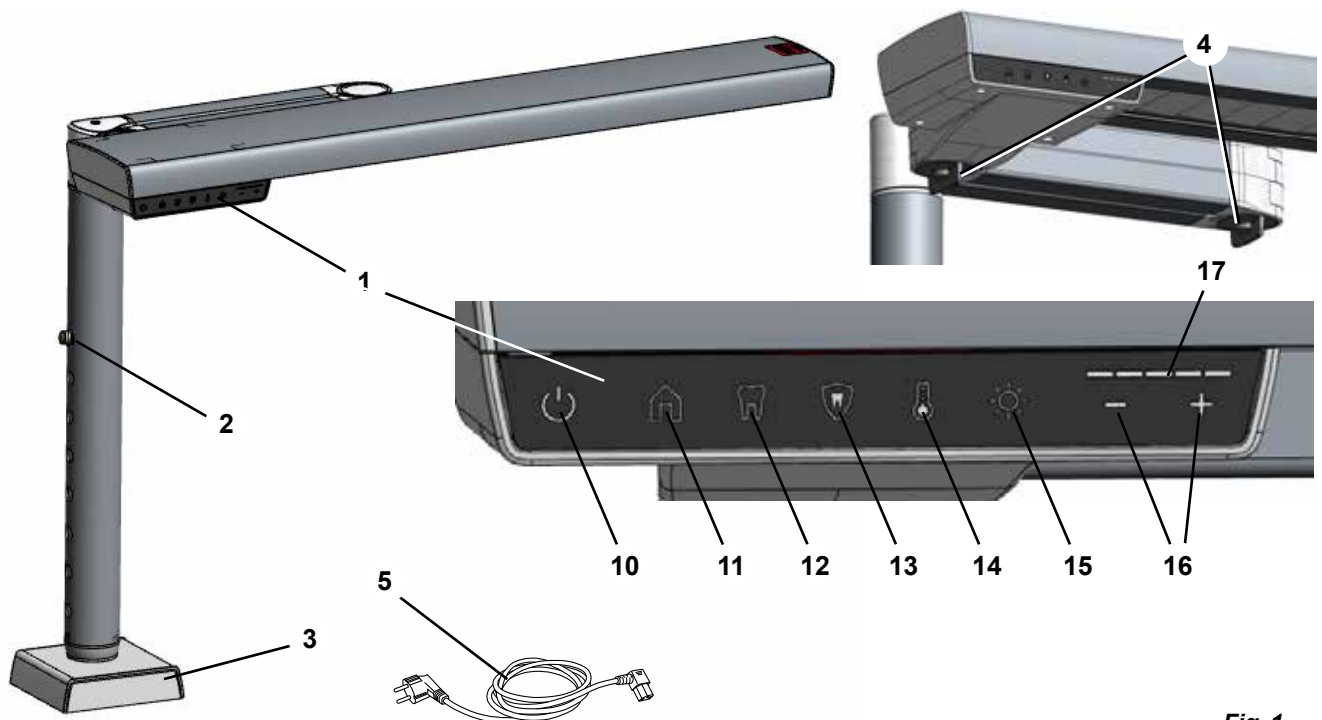

Fig. 1
- ⇒ Enfoncer le blocage du réglage en hauteur (2, Fig. 1) et sortir le tube intérieur au niveau du socle jusqu'à la position maximale.
i *Pour déterminer l'emplacement de montage approprié, desserrez le verrouillage articulé 4, Fig. 1) et vérifiez que vous pouvez déplacer la lampe de travail dans la position optimale décrite précédemment (chapitre 4.2.1).*
- ♦ La touche Brightness (15, Fig. 1) s'allume.
- ♦ Sur l'affichage Intensity (17, Fig. 1), la valeur de luminosité actuelle apparaît.